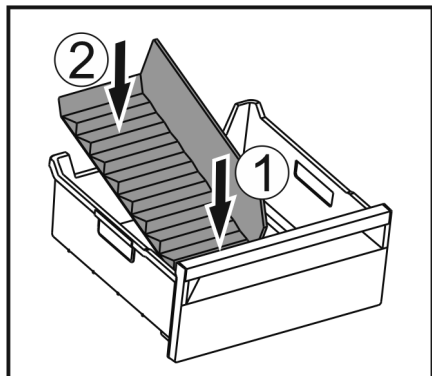

Fig. 136
- Umetnite prednji dio pregrade ladice za led. Fig. 136 (1)
- Spustite stražnji dio pregrade ladice za led do dna ladice. Fig. 136 (2)